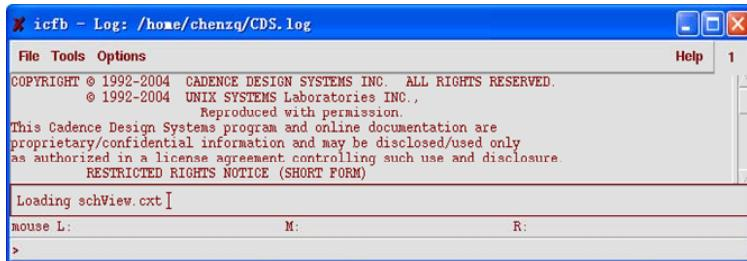
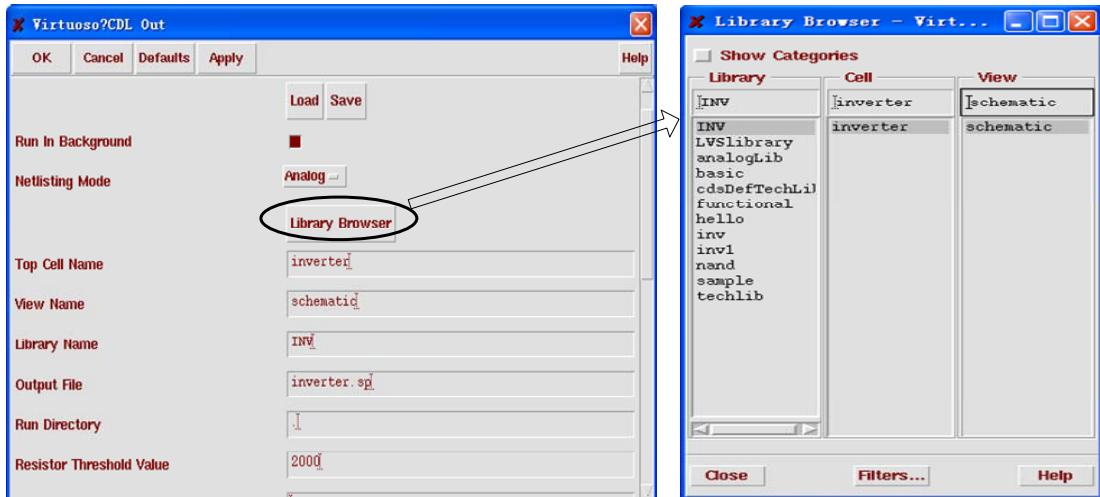

图 1.3 启动 cadence 平台
图 1.9 导出网表设置
- ① 导出 spice 子电路网表。在图 1.3 的窗口菜单中依次选择 File-Export-CDL。点击 Library Browse 选择上一步编辑的 schematic，选择后的窗口如图 1.9 所示。Output File 和 Run Directory 项可以自行修改，这里 Output File 名称设为“inverter.sp”，Run Directory 默认为当前目录（icfb 运行目录），即导出的文件为当前目录下名称为 inverter.sp 的文件。
- ② 编辑导出的 inverter.sp 文件，加上激励和要进行的分析。如要对反相器电路进行瞬态分析，修改后的文件内容为：